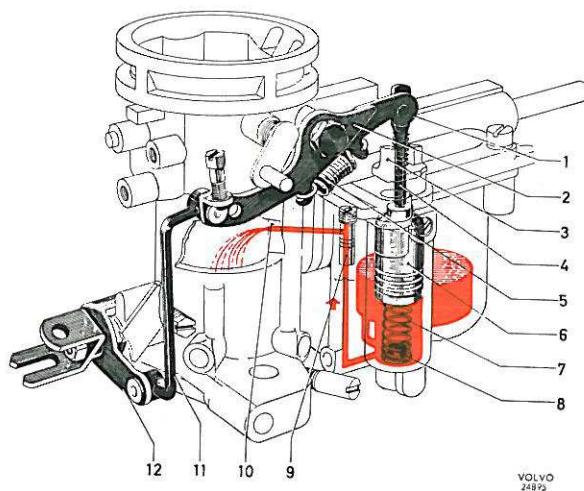

Figure 68. Pompe de reprise
Le piston de la pompe (6, figure 68), placé dans un cylindre se trouvant à côté de la cuve à niveau constant, est commandé dans son mouvement descendant par un levier sous tension d'un ressort. Ainsi, la course de ce piston peut être variée facilement en faisant tourner la rondelle formant came (3), ce qui arrête la partie avant du levier contre une butée en une position dont la hauteur dépend de la position de la rondelle. Le mouvement de la pointe de la partie arrière du levier est absorbé par le ressort (5).